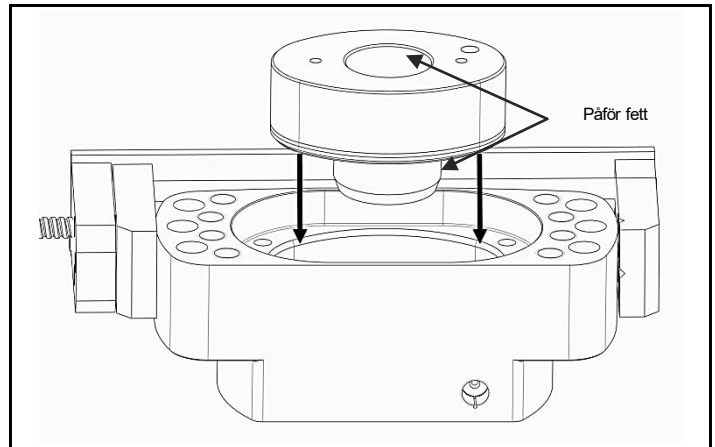

Fig. 4.9 Påför fett och montera kolven
a) Var noga med att inte skada några av de inre ytorna när kolvenheten förs in i stommen. (Fig. 4.9)